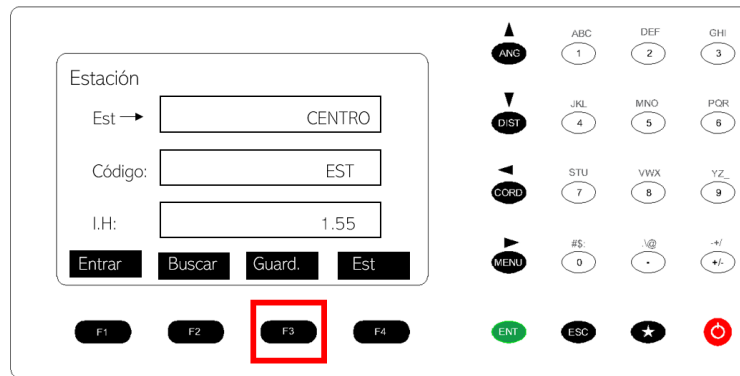

Figura 69. Guardado del punto.
22. Presionar F3 Guard. Figura 69.